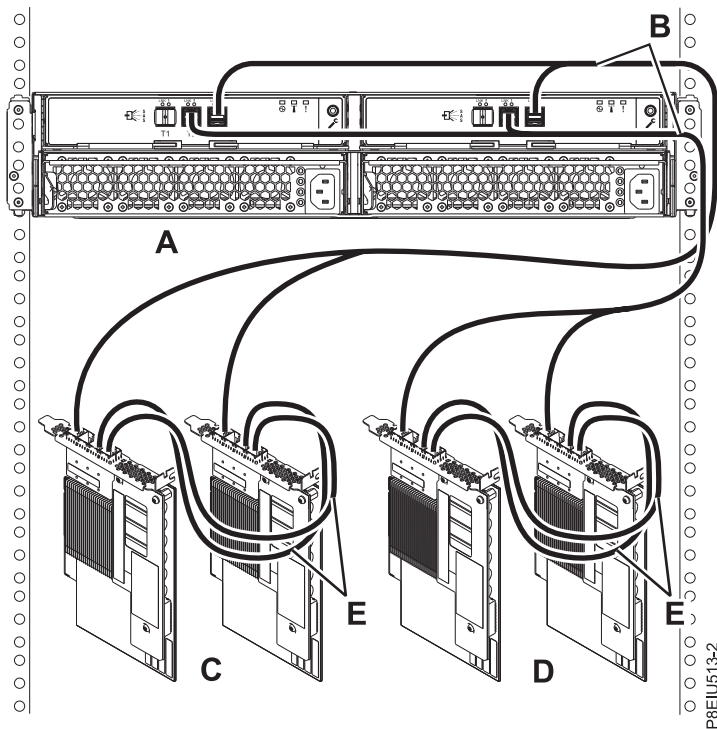

Abbildung 18. Modus 2-Anschluss einer ESLL- oder ESLS-Speichereinheit mit X12-Kabeln an zwei SAS-Adapterpaare (FC EJ0L oder FC EJ14) mit AA-Kabeln
18. Schließen Sie ein Gehäuse im Modus 2 (A) mit X12-Kabeln (B) an zwei SAS-Adapterpaare (FC EJ0L oder FC EJ14) (C, D) mit AA-Kabeln (E) an., wie in Abb. 18 auf Seite 21 dargestellt. Fahren Sie anschließend mit „Kabel und Netzkabel anschließen und Abdeckungen installieren“ auf Seite 23 fort.